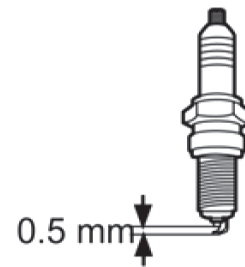

Fig. 55
- > Verifique a folga da vela. Deve ser de 0,5 mm (Fig. 55).
- > Ao substituir a vela, enrosque-a primeiro bem à mão e, depois, aperte-a ligeiramente com a chave de velas (32).